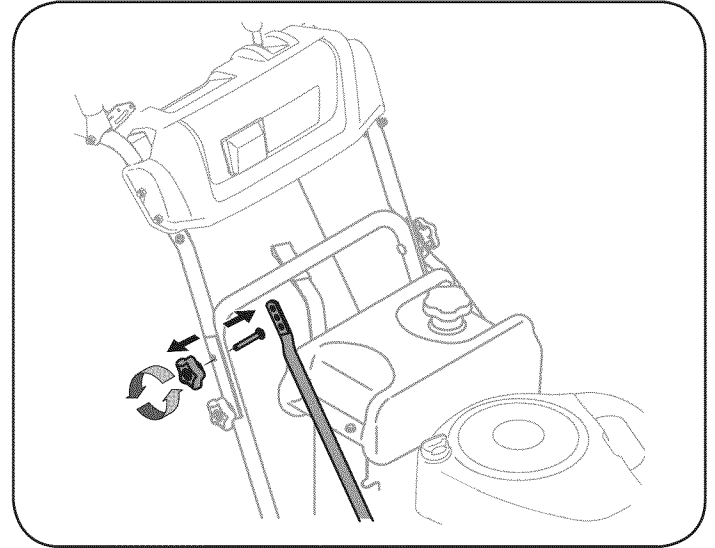

Figura 24
1. Extraiga la perilla en estrella superior y el tornillo del carro que están del lado derecho y del lado izquierdo de la manija. Vea la Figura 24.